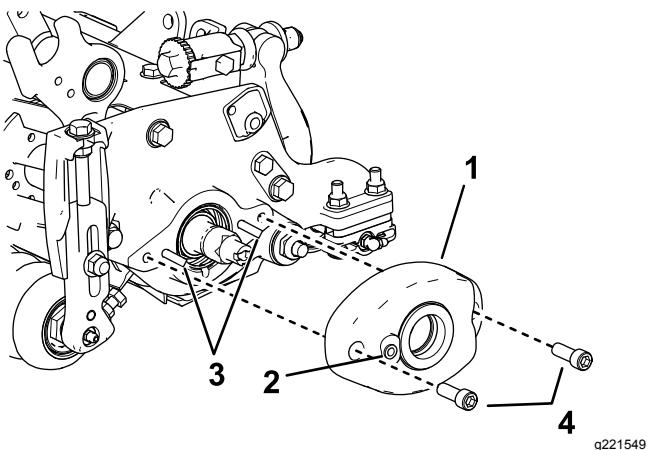
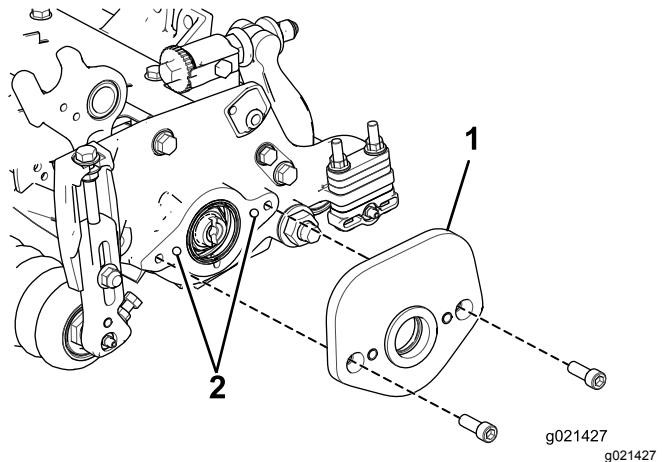

図 10
図 11
16. ローラブラシハウジングを、リールベアリングハウジングに取り付ける六角ソケットボルト $\frac{3}{8} \times 1\frac{1}{2}$ 本を使用図 10 と 図 11。Oリングがカッティングユニットの方を向くようにローラブラシハウジングをセットする。